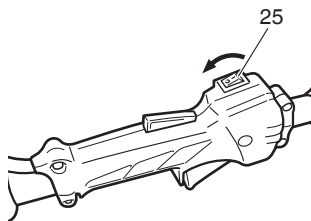

Fig. 22
**Arrêt de la débroussailleuse (Fig. 22)**